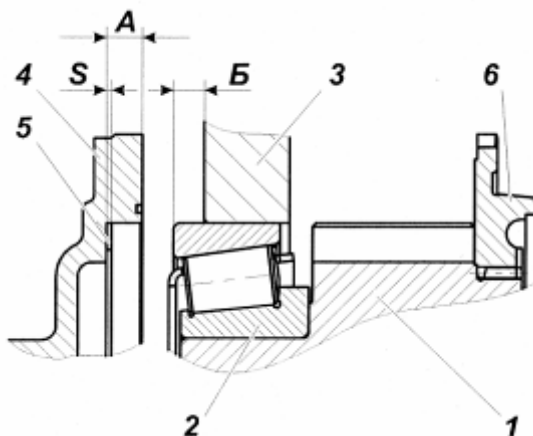

Рис. 116:
Установить в расточку картера коробки передач первичный вал в сборе с прокладками подобранными по п. 1. рис. 116.
5.6 Замерить размер Б рис. 116, (между торцами картера коробки передач и наружного кольца подшипника) при этом, гнездо заднего подшипника вторичного вала должно быть плотно (под усилием собственного веса вторичного вала) прижато через установочные прокладки к торцу зубчатой муфты демультипликатора; первичный вал должен быть плотно (под усилием собственного веса) прижат через установочные прокладки к торцу наружного кольца переднего подшипника вторичного вала, а наружное кольцо заднего подшипника первичного вала - к роликам.